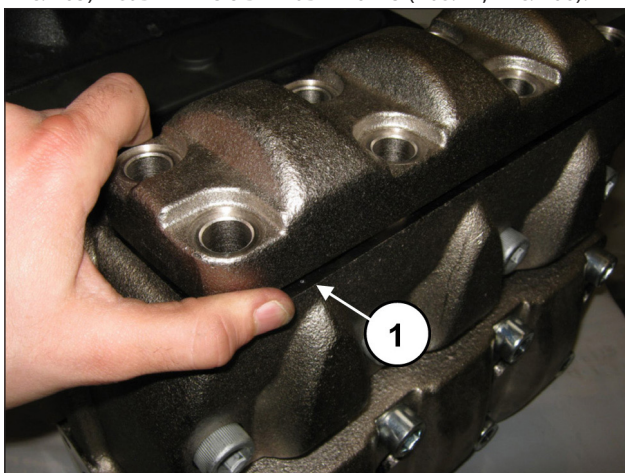
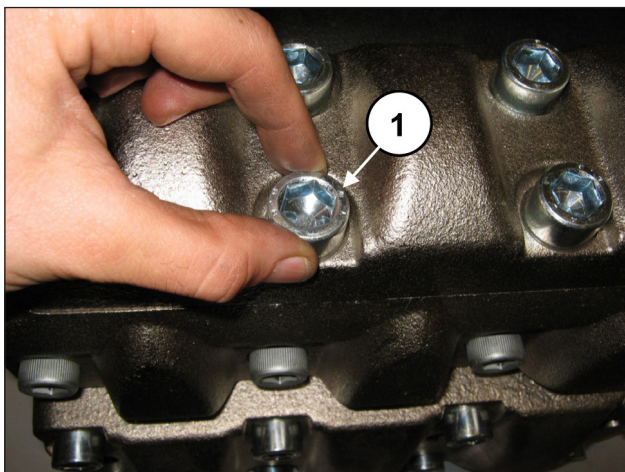

Рис. 165
Рис. 166
После завершения монтажа нагнетающих клапанных узлов установите крышку нагнетающих клапанов (поз. ①, Рис. 165) и завинтите 8 винтов M16x45 (поз. ①, Рис. 166).